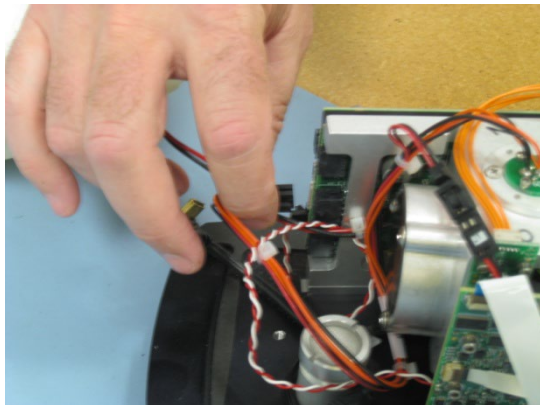

Figura 28 Desconexión del cableado de potencia de la fuente/láser.
- 5 Desconecte el cableado de la fuente/láser de la placa de potencia. El cableado de la fuente/láser se identifica por su conector de 6 clavijas y la combinación de cables naranja, negro y rojo (consulte la Figura 28).